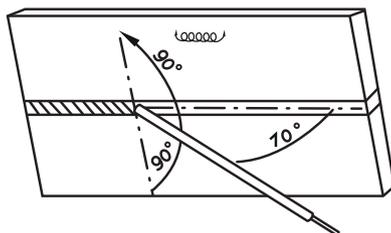

Figura 2
- a. Incline el electrodo (figura 2).
- b. Haga el cordón, oscilando el electrodo conforme a la figura 2.